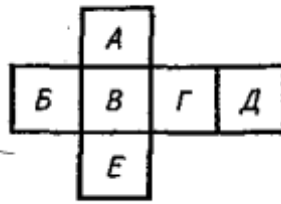

Рис. 10
**Какой буквой на схеме основных видов обозначена плоскость, на которой располагается вид спереди (Рис.10)?**